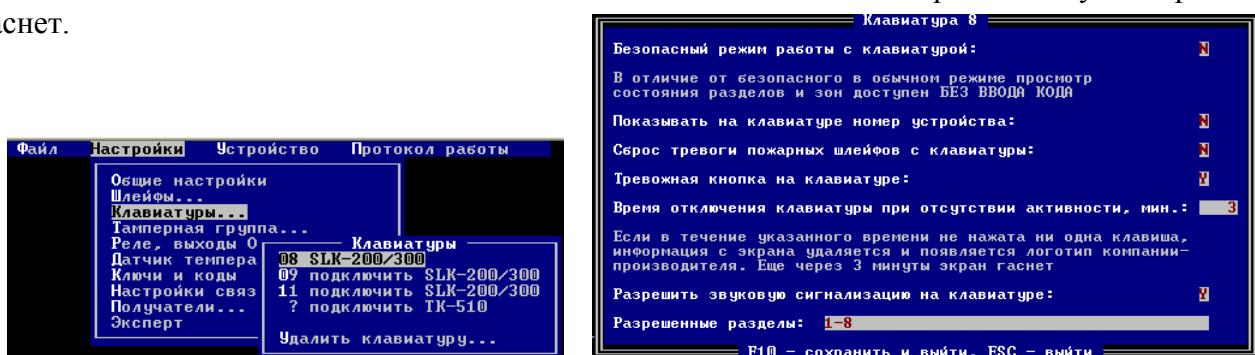

Рис. 47. Подключение и настройка клавиатуры.
2.2.9.2 С помощью клавиатур SLK-200/SLK-300С выполняется просмотр состояния и управление объектом (постановки-снятия и перевзятия разделов, обход зон, сбросы тревог и т.п.), а также настройка объекта. Режимы работы этих клавиатур настраиваются как непосредственно с самой клавиатурой при вводе мастер-кода, так и в конфигураторе. Подключение и настройка клавиатур показаны на рис. 47.